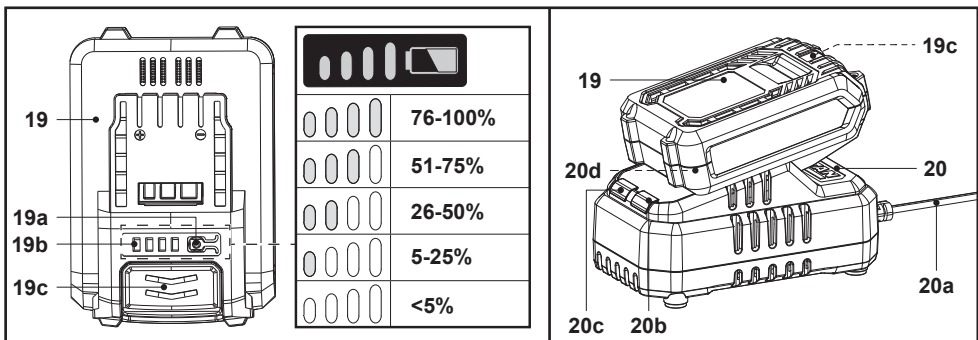

Fig. 3
1. Pulse el botón de capacidad de la batería (19a) (Fig. 3).
2. Los LED del indicador de capacidad de la batería (19b) permanecerán encendidos durante aproximadamente 10 segundos (Fig. 3).
4. Una vez finalizada la carga: Sujete el cargador (20) en su posición con una mano. Presione el botón de liberación (19c) y extraiga la batería (19) (Fig. 3).